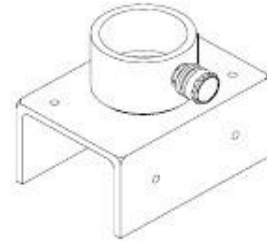

Abb. 1-11. 4" (10,2 cm) x 4" (10,2 cm) Kanalkopf
h. 4" (10,2 cm) x 4" (10,2 cm) Kanalkopf. Der 4" (10,2 cm) x 4" (10,2 cm) Kanalkopf (Abb. 1-11) ist im Wesentlichen ein 3" (7,6 cm) Standardkopf, der an einem 4" (10,2 cm) x 4" (10,2 cm) Kanal montiert ist. Der Kanal ist 6" (15,2 cm) lang, 2,75" (7,0 cm) hoch und 3,5" (8,9 cm) breit. Der Kanalkopf ist speziell für Abstützungen konstruiert. Er passt genau auf ein 4 x 4 (10,2 cm x 10,2 cm) Stützholz, auf dem er mit Schrauben oder Nägeln befestigt werden kann.